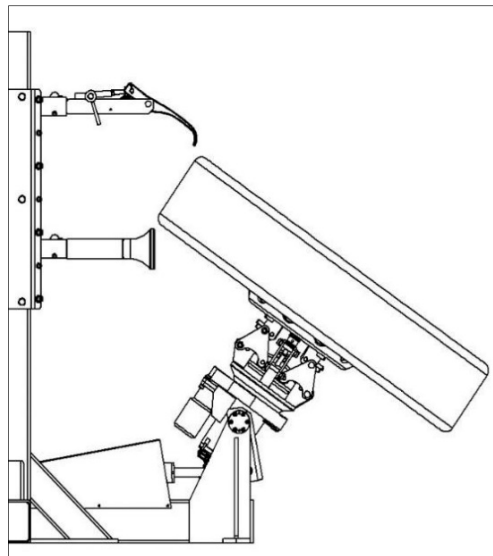

Рис. 5
8. Наклоните колесо примерно на  $45^\circ$  (рис. 5), установите прижимной ролик точно в направлении центрального вала. Отрегулируйте высоту установки прижимного ролика в зависимости от ширины грузового колеса.